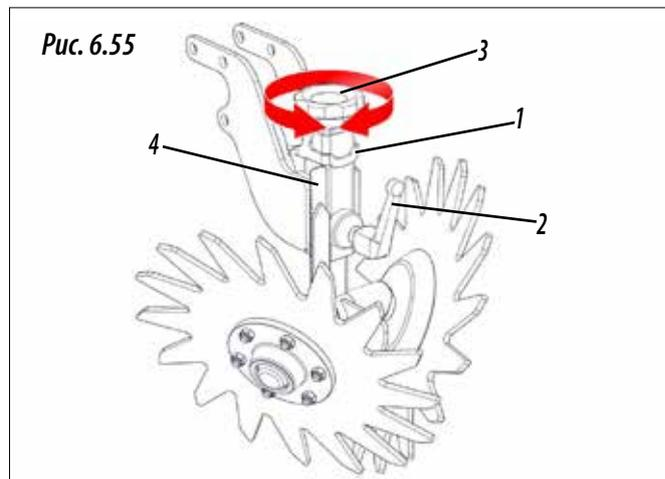

Рис. 6.55
- 1- Извлеките штифт «R» и фиксирующую пластину (1, рис. 6.55).
- 2- Ослабить зажимный рычаг (2, рис. 6.55).
- 3- Повернуть круглую ручку (3, рис. 6.55), чтобы установить нож на нужную высоту. Ориентироваться по указателю на шкале с делениями (4, рис. 6.55).
- 4- Зафиксировать положение зажимным рычагом (2, рис. 6.55).
- 5- Опустите фиксирующую пластину и закрепите ее с помощью штифта «R» (1, рис. 6.55).